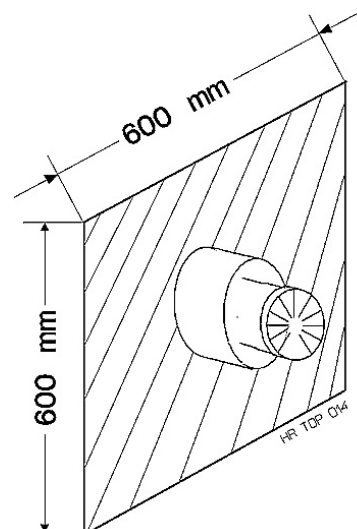

Fig. 17
- Rond de muurdoorvoer mogen zich in een gebied van 600 x 600 mm geen hindernissen (bvb. vensterbank, regenpijp, enz.) bevinden (zie fig. 17).
- Aucun obstacle (p. ex. rebord de fenêtre, tuyau eau de pluie, etc.) ne peut se trouver dans une zone de 600 x 600 mm autour de l'évacuation murale (voir fig. 17).